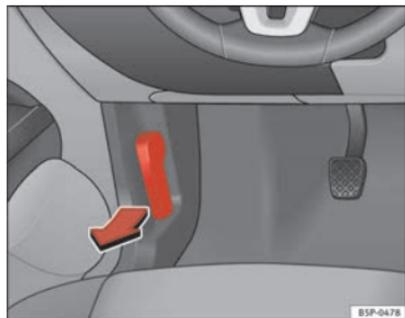

Fig. 161 Détail du plancher côté conducteur : levier d'ouverture du capot-moteur
- Tirez sur le levier qui se trouve sous la planche de bord ⇒ fig. 161 dans le sens indiqué par la flèche. Le capot se débloque grâce à l'action du ressort ⇒ ⚠.